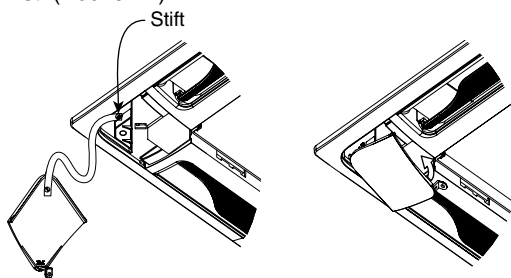

Abb. 9-27
- (1) Sicherstellen, dass die Sicherheitsleine der Eckenabdeckung am Stift der Deckenverkleidung befestigt ist. (Abb. 9-27)